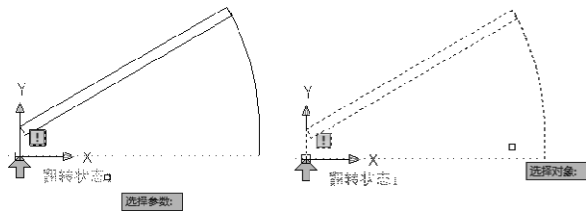

图 6-27 添加“翻转”动作
5) 在“块编写”选项板中单击“动作”选项卡→“翻转”按钮，再单击“翻转状态1”参数和选择要翻转的对象，操作过程如图6-27所示。